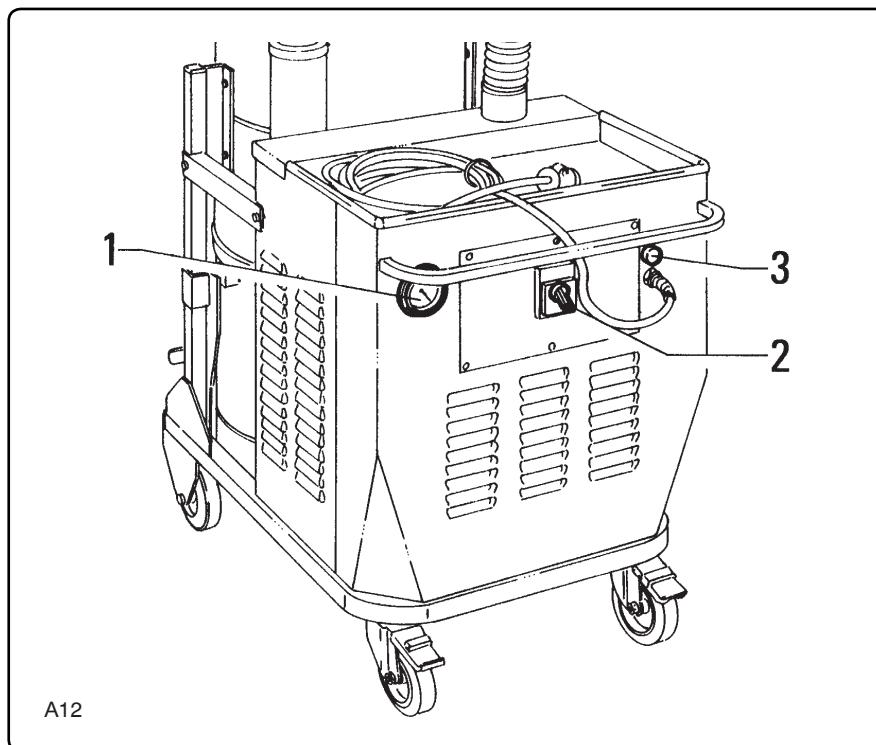

Fig. 4.1.1
**4.1 - Elenco comandi ed indicatori (fig. 4.1.1)**
**4.1 - List of controls and indicators (fig. 4.1.1)**
**4.1 - Liste des commandes et des indicateurs (fig. 4.1.1)**
**4.1 - Liste der Stellteile und Kontrollanzeigen (Abb. 4.1.1)**